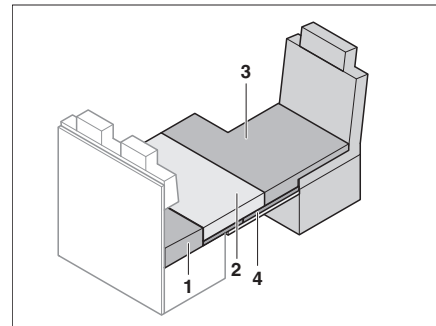

Fig. 195 Après la transformation
- Placer le coussin supplémentaire (Fig. 195,3) sur le siège conducteur.
- Placer le coussin d'assise (Fig. 195,2) sur le support pour lit de secours.